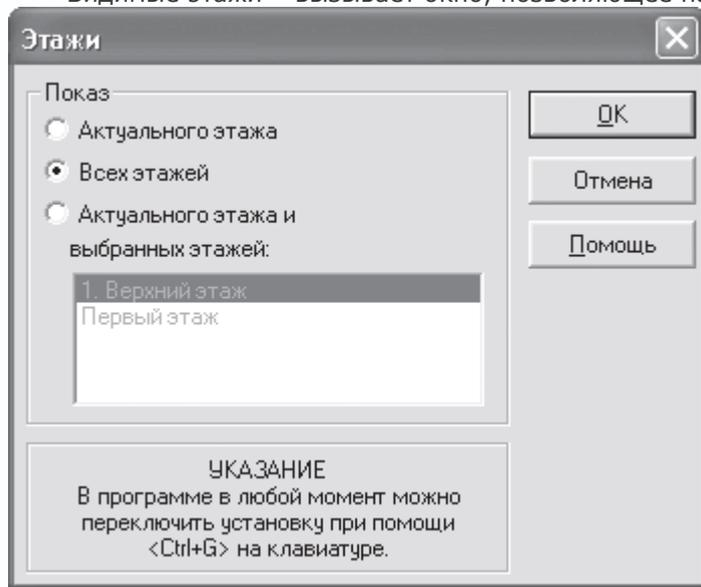

Рис. 3.49. Окно настройки видимых этажей
- Видимые этажи – вызывает окно, позволяющее настраивать список видимых в программе этажей (рис. 3.49).
Вы можете выбирать способ отображения этажей, не вызывая данное окно (см. рис. 3.49). Для переключения между перечисленными способами отображения служит сочетание клавиш Ctrl+G. При ее нажатии варианты отображения последовательно переключаются в порядке, в каком они расположены в области Показ.